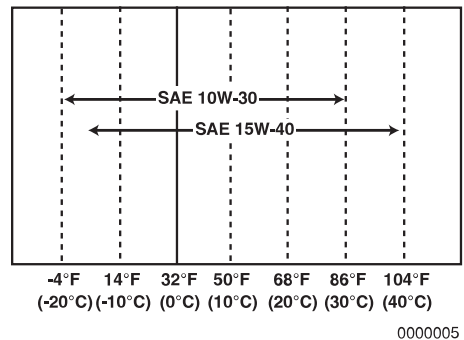

Figura 5
- Scegliere la viscosità dell'olio in base alla temperatura ambiente del luogo in cui si opera con il motore. *Consultare Viscosità dell'olio motore Figura 5.*
- Scegliere la viscosità adatta dell'olio motore in base alla temperatura ambiente mostrata nel grafico del grado di viscosità dell'assistenza SAE (**Figura 5**).